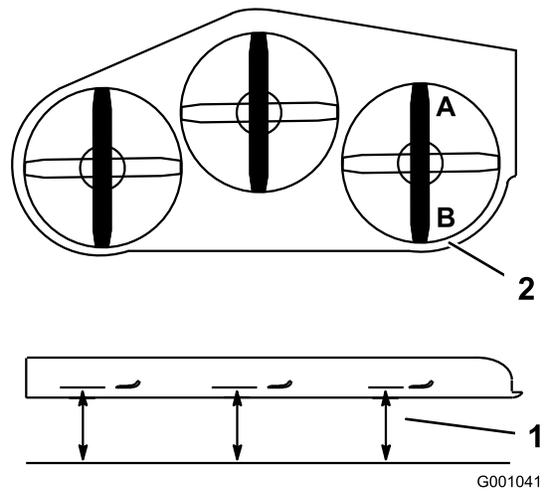
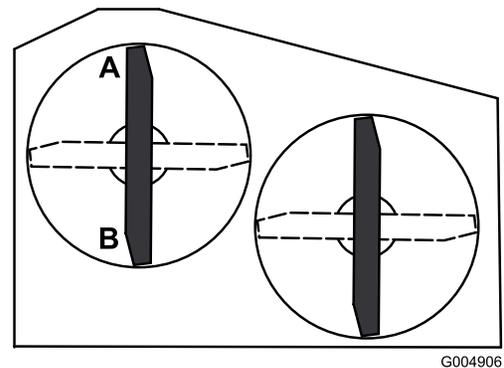

Figura 65
Figura 66
2. Coloque una cuchilla en posición longitudinal. Mida en las posiciones **A** y **B** desde una superficie nivelada hasta el filo de corte de los extremos de la cuchilla (Figura 65 o Figura 66). Para carcasas de corte de 36 pulgadas, consulte la Figura 66.
- Coloque las cuchillas en posición longitudinal. Mida en las posiciones C y D (Figura 65) desde una superficie nivelada hasta el filo de corte de las cuchillas.